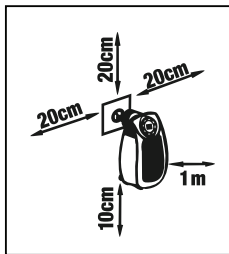

Fig. 2
- Der skal være en minimumafstand på 20 cm til siden, 20 cm over, 10 cm under og 1 m foran produktet (se fig. 2).